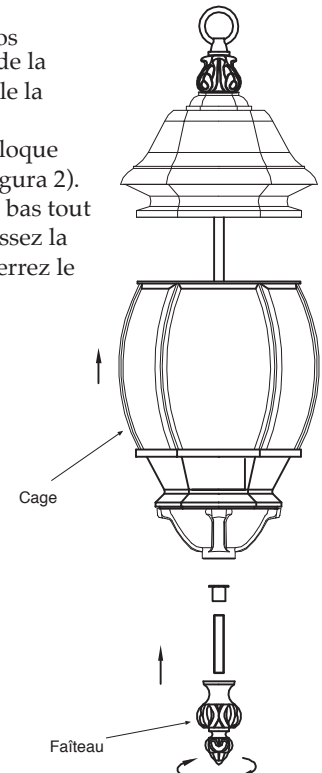

Figure 3
- Pour les autres luminaires, dévissez le faîteau du bas tout en tenant la cage afin qu'elle ne tombe pas. Abaissez la cage et insérez les lampes. Rattachez la cage et serrez le faîteau du bas. (Consultez la figure 3.)